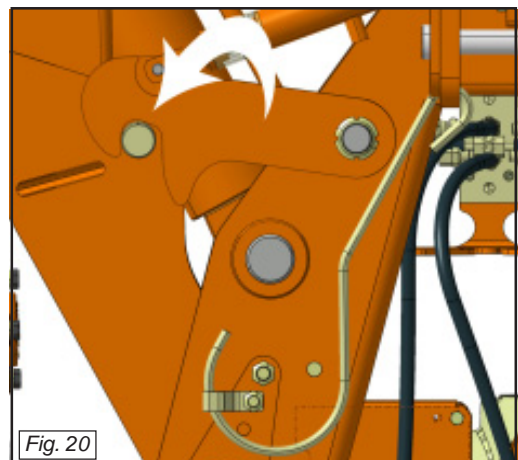

Fig. 20
- N.B. Assicurarsi che gli agganci siano completamente inseriti nei relativi perni di sicurezza dei corpi.(Fig. 20)
- *NOTE: Make sure that the clips have fully fitted into the relative safety pins in the units.(Fig. 20).*
- N.B. S'assurer que les crochets s'engastrent complètement dans les broches de sécurité respectives sur les corps. (Fig. 20).
- *Anm.: Sicherstellen, dass die Haken vollkommen in die Sicherheitsbolzen der Körper eingerastet sind. (Abb. 20)*